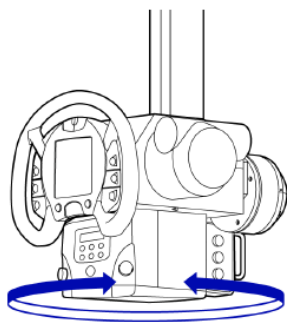

Fig. 1 Rotazione intorno all'asse verticale
- Eseguire ispezioni quotidiane in base al manuale di funzionamento di CH-200/CH-200M. In particolare, verificare se vi sono anomalie, per esempio il fatto che il dispositivo a tubo a raggi X sia in grado di ruotare intorno all'asse verticale (vedere la Fig. 1 di seguito) senza aver premuto alcun pulsante sul pannello di controllo. Se si osservano punti anomali, smettere di utilizzare l'apparecchio e contattare il rappresentante di assistenza Shimadzu.